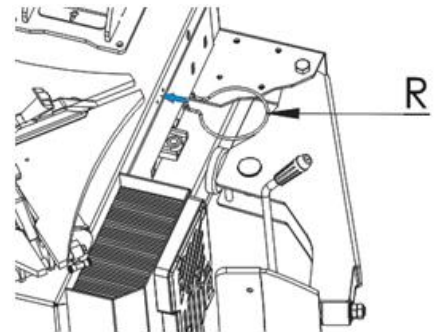

Fig. 8
- Plaats de houder (R, fig.8) in de gaten in het frame van de machine. De houder vindt u in de doos met accessoires.